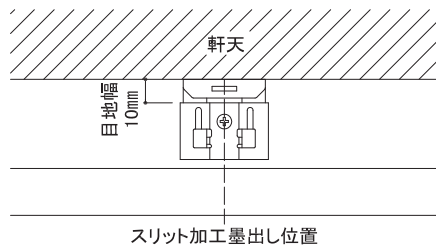

図6 採寸位置(立面図)
- ジョイントカッタにニチハ外装用カッター(FX100A)をセットし、刃出し量を20mm程度、COOL裏面から6.5mmの位置に調節し、スリット加工部用留付金具Ⅱの取り付け位置ごとにスリット加工を施してください。(図6、7参照)